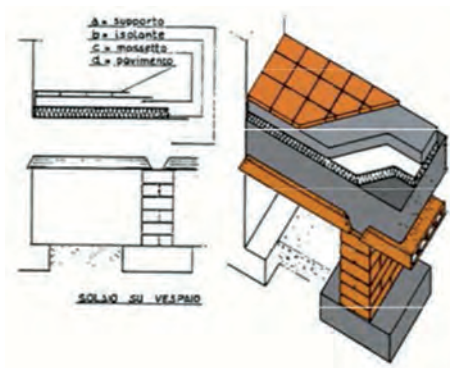

Figura 1. Isolamento dei solai contro terra o su vespaio.
- **l'isolamento dei solai contro terra o su vespaio**, che comporta l'applicazione di uno strato isolante all'estradosso del solaio (Figura 1). Dovendo l'isolante sopportare il peso del massetto soprastante, esso dovrà avere una resistenza meccanica idonea a tale finalità. Nel dettaglio, la tecnica consiste nella preparazione preventiva della superficie, che non dovrà presentare asperità, così da essere idonea ad accogliere eventualmente un isolante in pannelli. Al di sopra di questo, dovrà essere realizzato un massetto, di preferenza armato con rete elettrosaldata, a protezione dell'isolante stesso e a supporto della soprastante pavimentazione.